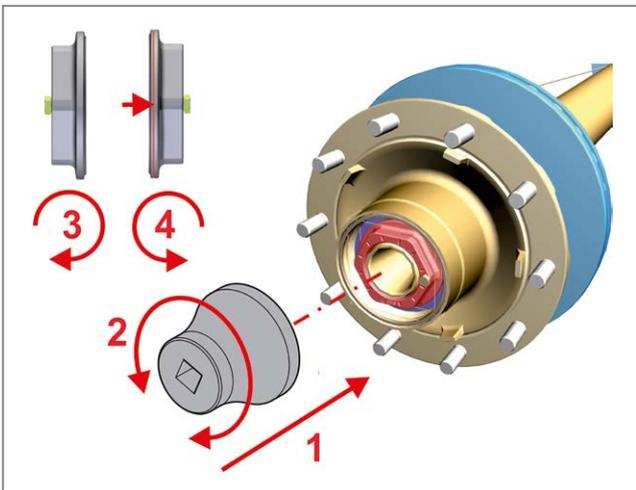

Abb. 7 - Achsmutter lösen
3. Mit der SAF-Achsmutternuss (Teilenummer 04 434 3891 00) –Pos. 2–, ► *Abb. 7* die Achsmutter durch Abschrauben vom Achsstummel entfernen.